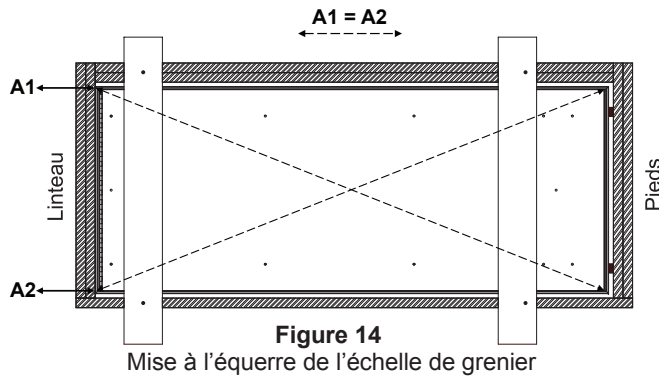

Figure 14
Q. Installateur n° 1 : Ouvrez et fermez plusieurs fois la porte de l'échelle de grenier pour vous assurer qu'elle est centrée dans l'ouverture du cadre et que le tout est d'équerre. Consultez la figure 14. Installateurs nos 1 et 2 : Si le cadre de l'échelle de grenier n'est pas d'équerre, placez des cales entre le cadre latéral de l'échelle de grenier et la solive du plafond. Placer des cales au linteau d'un côté du cadre permettra de déplacer légèrement le linteau du cadre et de mettre d'équerre l'échelle. Installateur n° 1 : Ouvrez et fermez plusieurs fois la porte de l'échelle de grenier pour vous assurer qu'elle est centrée dans l'ouverture du cadre. Au besoin, continuez à ajuster le cadre en aluminium dans l'ouverture en déplaçant légèrement latéralement le linteau /la charnière jusqu'à ce que la porte ferme bien dans l'ouverture du cadre.